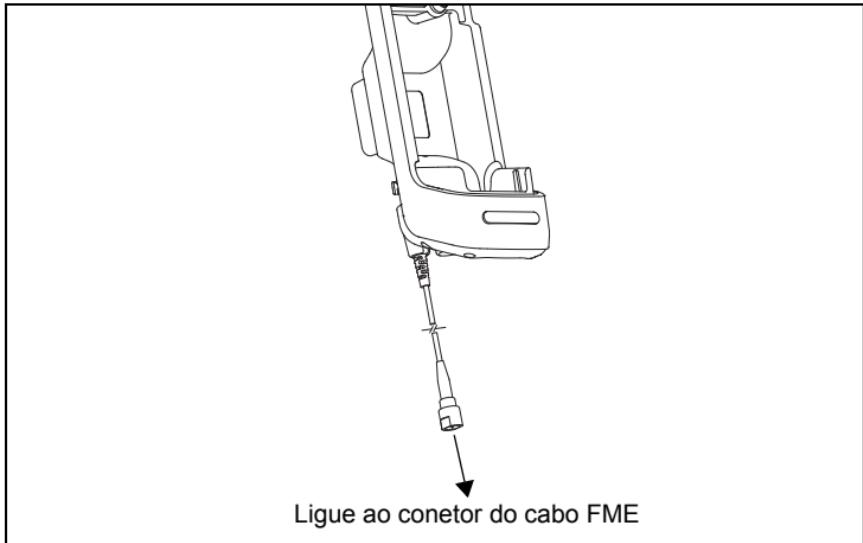

Figura 6: Ligação do Cabo RF da Base ao Conector do Cabo FME
- Ligue o cabo FME de 1 m da entrada "CAR KIT" do duplexer ao cabo RF da base. Consulte a Figura 6.